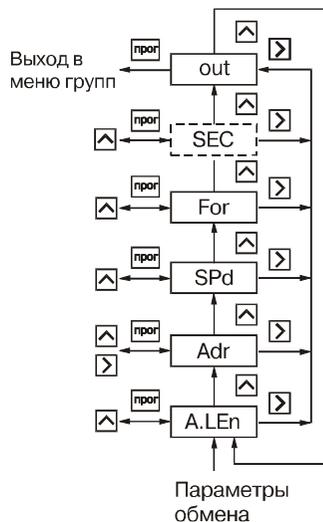

Рис. 27
6.1.10. Группа "Group_E" (рис. 27) предназначена для задания адреса прибора в сети **Adr**, его разрядности **A.LEn**, скорости обмена **SPd** и формата посылки **For** при наличии в приборе интерфейса связи RS-485.